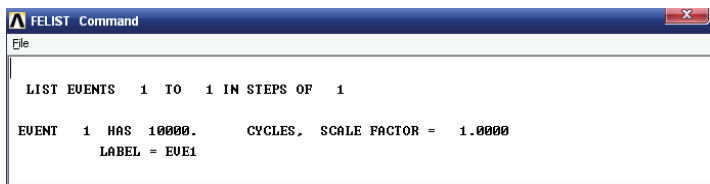

图 7-35 疲劳事件信息列表显示
14) 选择 Main Menu | General Postproc | Fatigue | List Event Data 命令，出现 List Event Data 对话框，在 Event number range 输入栏中输入 ALL，单击 OK 按钮，ANSYS 程序将显示疲劳事件信息，如图 7-35 所示。